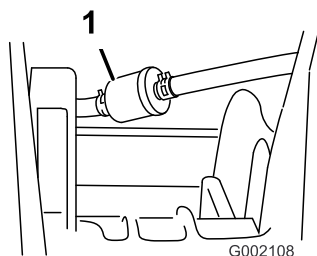

Figura 36
5. Retire las abrazaderas que sujetan el filtro de combustible a los tubos de combustible (Figura 36).